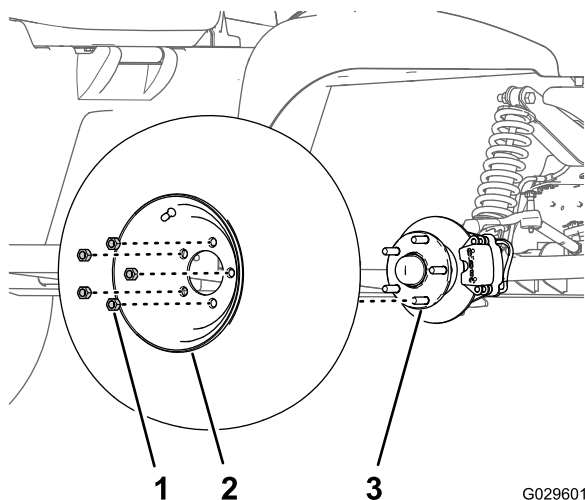

Figura 27
2. Retire las 5 tuercas que sujetan la rueda al cubo (Figura 27).
- Alinee los taladros de la rueda con los espárragos del cubo y monte la rueda en el cubo con la válvula hacia fuera (Figura 27).
- Sujete la rueda al cubo con las tuercas (Figura 27), y apriete las tuercas a 108–122 N·m.